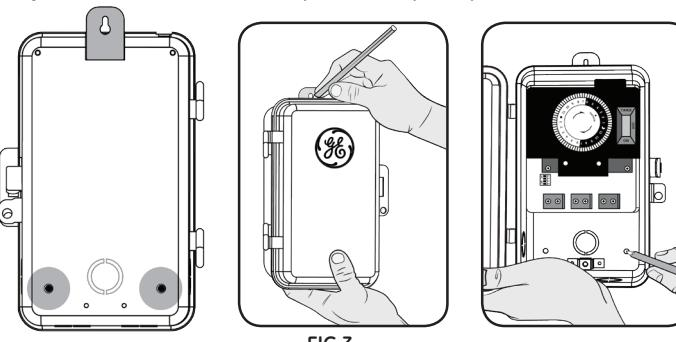

FIG 3
- Maintenir le boîtier en place et se servir des trois trous mis en évidence pour marquer son emplacement sur la surface de montage [FIG 3].